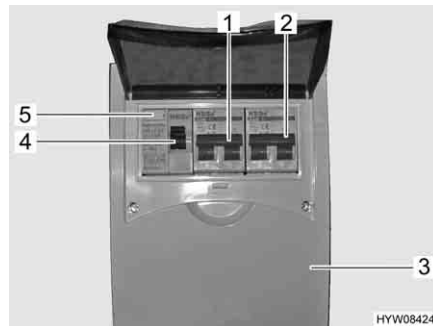

Fig. 59 Scatola dei fusibili a 230 V con interruttore di sicurezza e interruttore automatico FI
Un interruttore di sicurezza per correnti di guasto (interruttore automatico FI) (Fig. 59,4) nella scatola dei fusibili (Fig. 59,3) protegge l'intero veicolo da correnti di guasto (0,03 A).
L'interruttore di sicurezza collegato in serie (10 A) (Fig. 59,1) protegge le prese da 230 V, l'apparecchio per l'alimentazione elettrica, il caricabatteria supplementare e il frigorifero.
Per veicoli con accessori opzionali, p. es. l'impianto di climatizzazione, un ulteriore interruttore di sicurezza (16 A) (Fig. 59,2) protegge l'apparecchio.
- Se il veicolo è collegato all'alimentazione a 230 V, premere il tasto di controllo (Fig. 59,5). L'interruttore di sicurezza per correnti di guasto (FI) deve scattare.